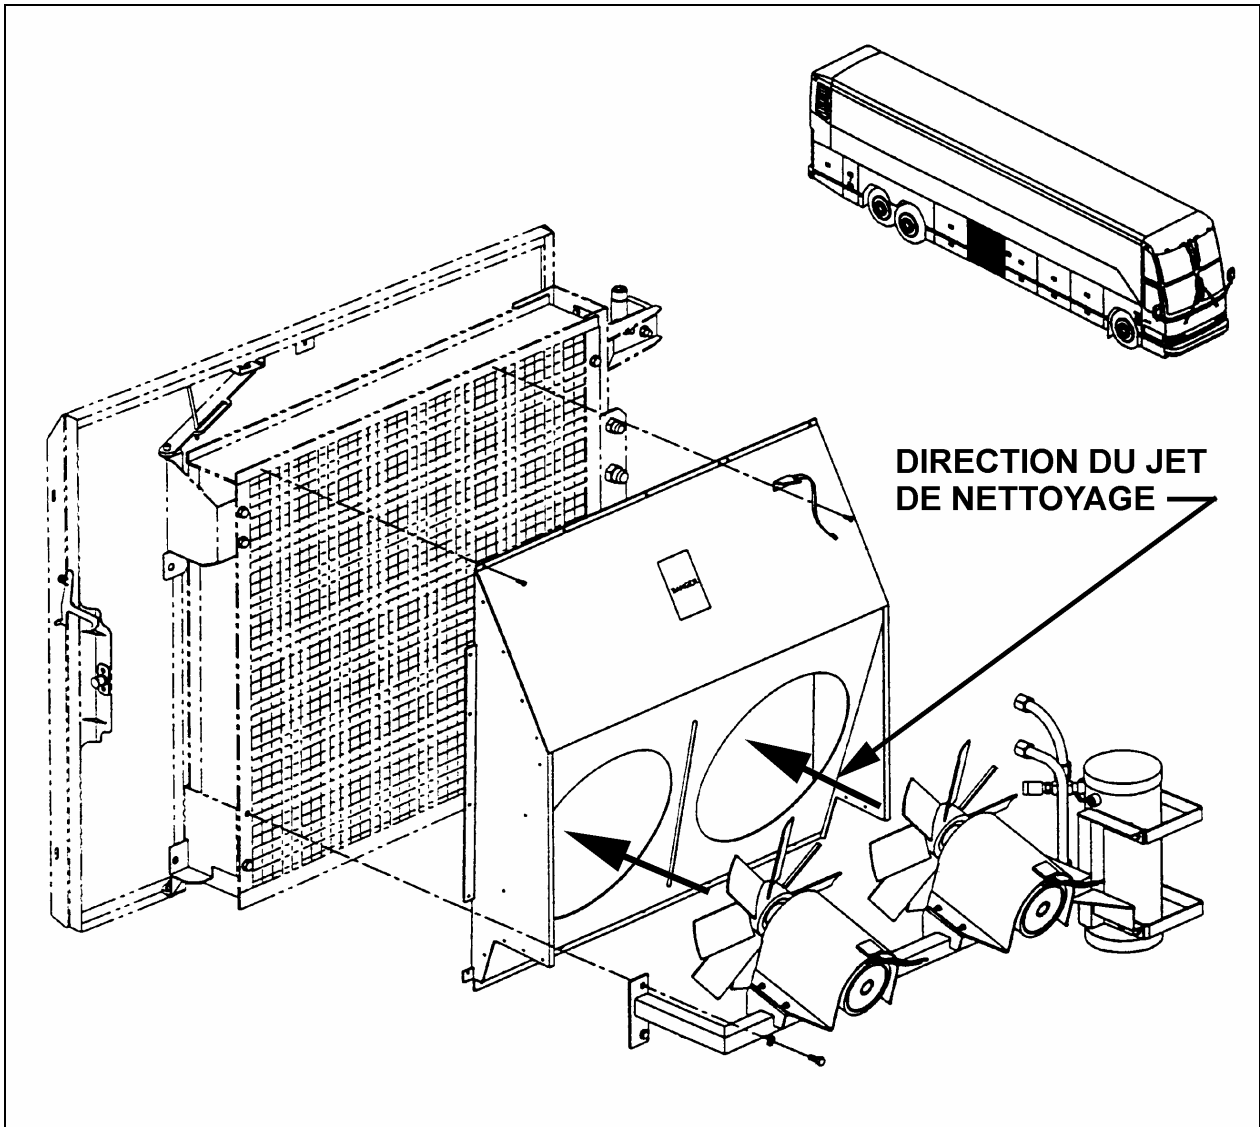

FIGURE 1 : DIRECTION DU JET POUR LE NETTOYAGE DU CONDENSEUR
2. Utiliser un jet d'eau ou un mélange d'eau et d'air sous pression pour rincer les serpentins du condenseur, de l'intérieur vers l'extérieur. Diriger le jet sous pression directement à travers les serpentins et parallèle aux ailettes pour éviter de plier ces dernières (voir la figure 1).